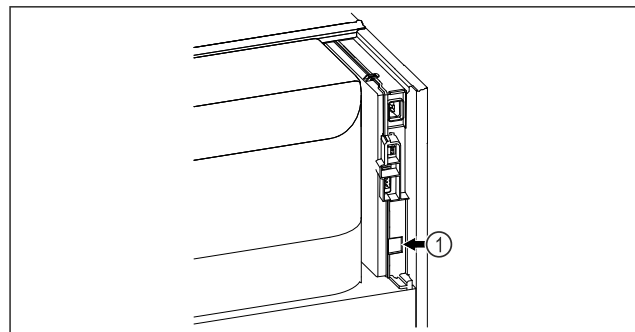

Fig. 47
- Το SmartModule Fig. 47 (1) είναι τοποθετημένο.